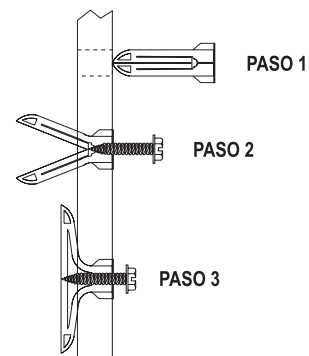

Figura 12
- 3b. Después de localizar los agujeros de ensamblaje, perforo (2) agujeros de 5/16" de diámetro en la pared. Inserte los (2) escudetes de expansión plástica. Inserte los (2) tornillos de 10 x 1-1/2" (suplidos en el juego de ferretería del Ventilador) en los (2) escudetes de expansión plástica. No apriete totalmente la cabeza de los tornillos a los escudetes de expansión plástica, deje un espacio de 7/16" entre la cabeza de los tornillos y los escudetes de expansión plástica. Referirse a la Figura 12.
4. En la parte superior de la carcasa exterior remueva (1) tornillo del agujero del espacio libre que une la carcasa exterior al ensamblaje del cabecero. También remueva los (2) tornillos que fijan la parte inferior de la carcasa exterior a la carcasa interior.
6. Remueva los (4) tornillos de 8 x 3/8" que fijan la parte frontal del ventilador a la envoltura del ventilador. Separar el frente del soplador de la carcasa del ventilador. Retire la carcasa del ventilador desconectando el conjunto del cable del interruptor del ventilador del cable de alimentación y del cable del motor.
- 7b. Después de localizar los agujeros de ensamblaje, perforo (2) agujeros de 5/16" de diámetro en la pared. Inserte los (2) escudetes de expansión plástica. Inserte los (2) tornillos de 10 x 1-1/2" (suplidos en el juego de ferretería del Ventilador) en los (2) escudetes de expansión plástica. No apriete totalmente la cabeza de los tornillos a los escudetes de expansión plástica, deje un espacio de 7/16" entre la cabeza de los tornillos y los escudetes de expansión plástica. Referirse a la Figura 12.